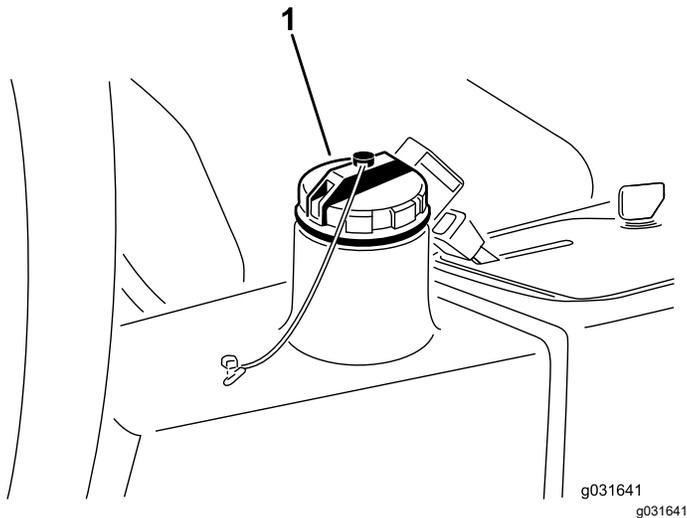

图 67
4. 向液压油箱 图 67注入约 13.2L 液压油请参阅 检查液压系统 \(页码 47\)。